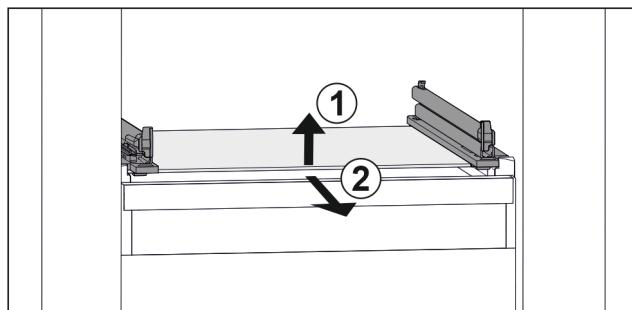

Fig. 111 Reprezentare exemplificativă a plăcii de sticlă
- Ridicați placa de sticlă din față. Fig. 111 (1)
- Extragăți placa de sticlă spre înainte. Fig. 111 (2)